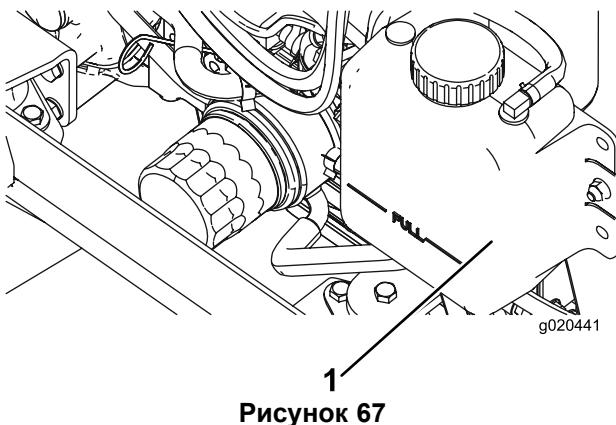

Рисунок 67
- Осторожно снимите крышку радиатора и крышку расширительного бачка (Рисунок 67).